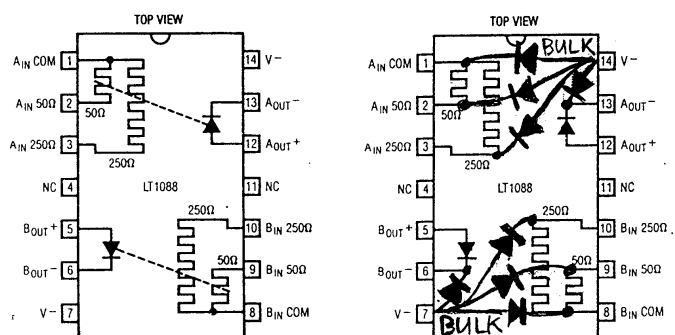

Figure 1: Schema del LT 1088 e relativi diodi parassiti.
Si raccomanda particolare attenzione nei riguardi del **LT 1088** (Fig. 1), componente costoso, di difficile reperibilità e “permaloso”. In particolare, i punti delicati sono:
3. Nell’ambito di ciascuna sezione, sia la resistenza sia il diodo sono ricavati *sul silicio*. Pertanto vi sono dei *diodi parassiti* verso il *substrato* (bulk). Vedi fig. 1.